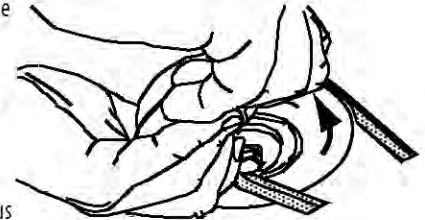

Figure 56
9. Tirez sur le côté droit de la courroie et placez le côté plus étroit en forme de « V » de la courroie dans la poulie de la prise de force. Voir Figure 56.